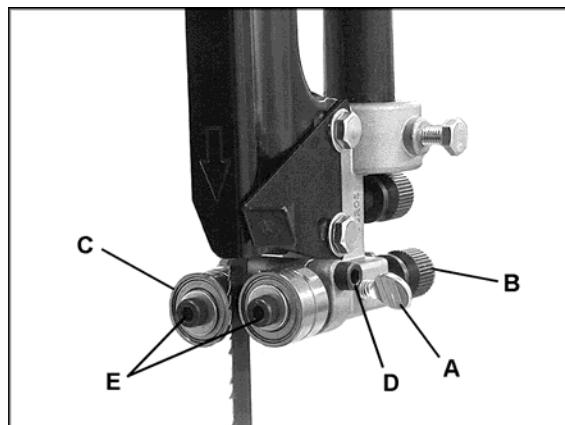
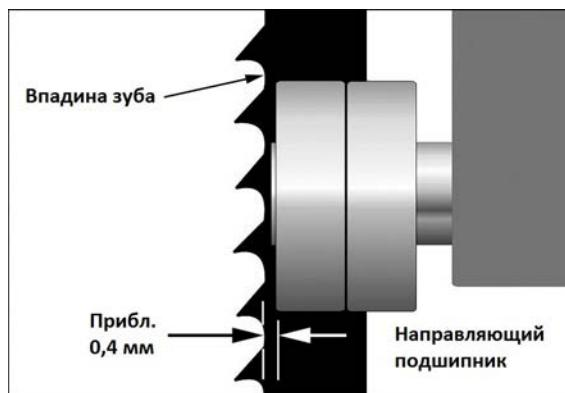

Рис. 47.
Рис. 48.
3. Ослабьте барашковый винт (A, Рис. 47) и, поворачивая ручку (B), переместите направляющий блок так, чтобы передний край подшипников (C) располагался сразу за впадиной зуба полотна (изогнутая область в основании зуба), как показано на Рис. 48. Расстояние обычно составляет примерно 0,4 мм.
4. Затяните барашковый винт (A, Рис. 47).